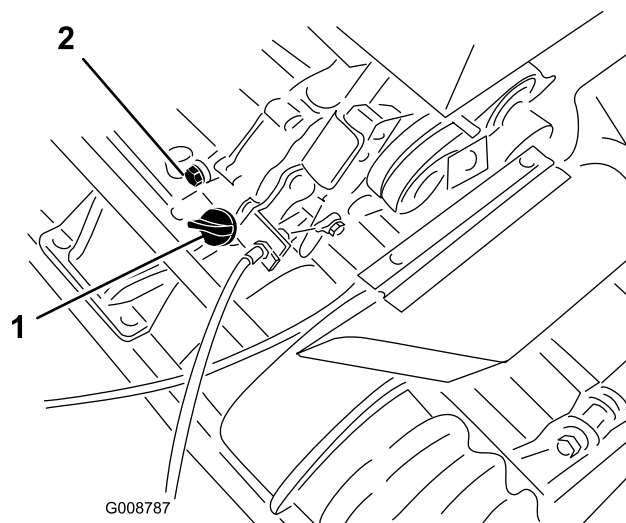

Figura 19
1. Coloque el cortacésped con el motor nivelado, y limpie la zona alrededor del indicador del nivel de aceite (Figura 19).
2. Coloque un recipiente debajo del tapón de vaciado, en la parte trasera de la máquina (Figura 19).